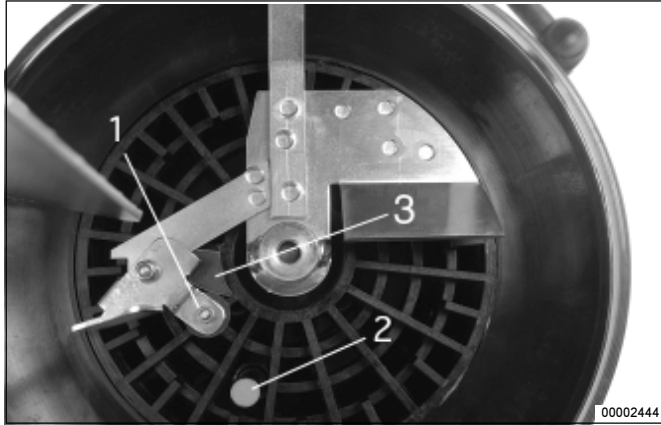

Abb. 17: - Schaltteile der Leermeldung
- Durch die Drehung des Rührflügels im Schmierstoff, wird das drehbar gelagerte Leitblech mit dem Rundmagneten 1 Bild 17 nach hinten gedrückt. Der Magnet bewegt sich zum Drehpunkt des Rührflügels hin. Es kann **nicht** zu einer Betätigung des Magnetschalters 2 kommen.